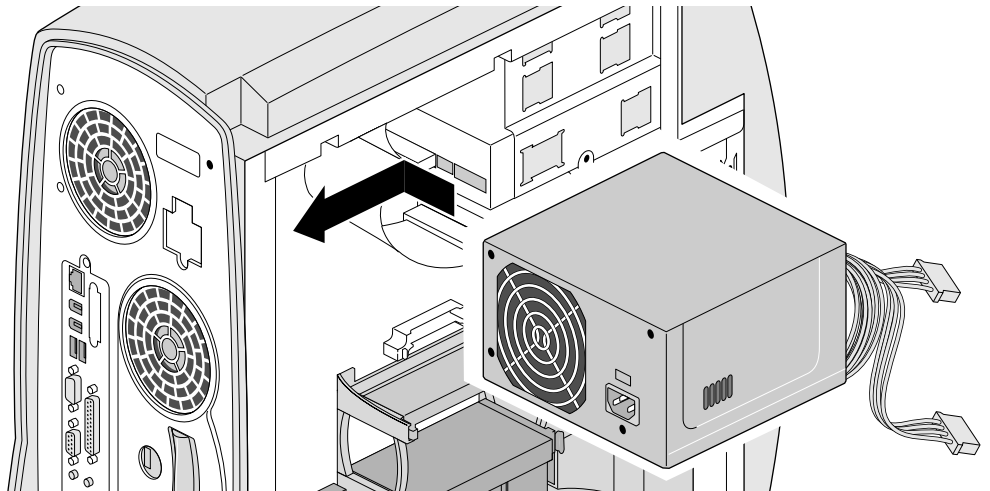

Abbildung 7-4 Einbauen des Netzteils
3. Schieben Sie das Netzteil wie in Abbildung 7-4 in die obere linke Ecke des Systems.